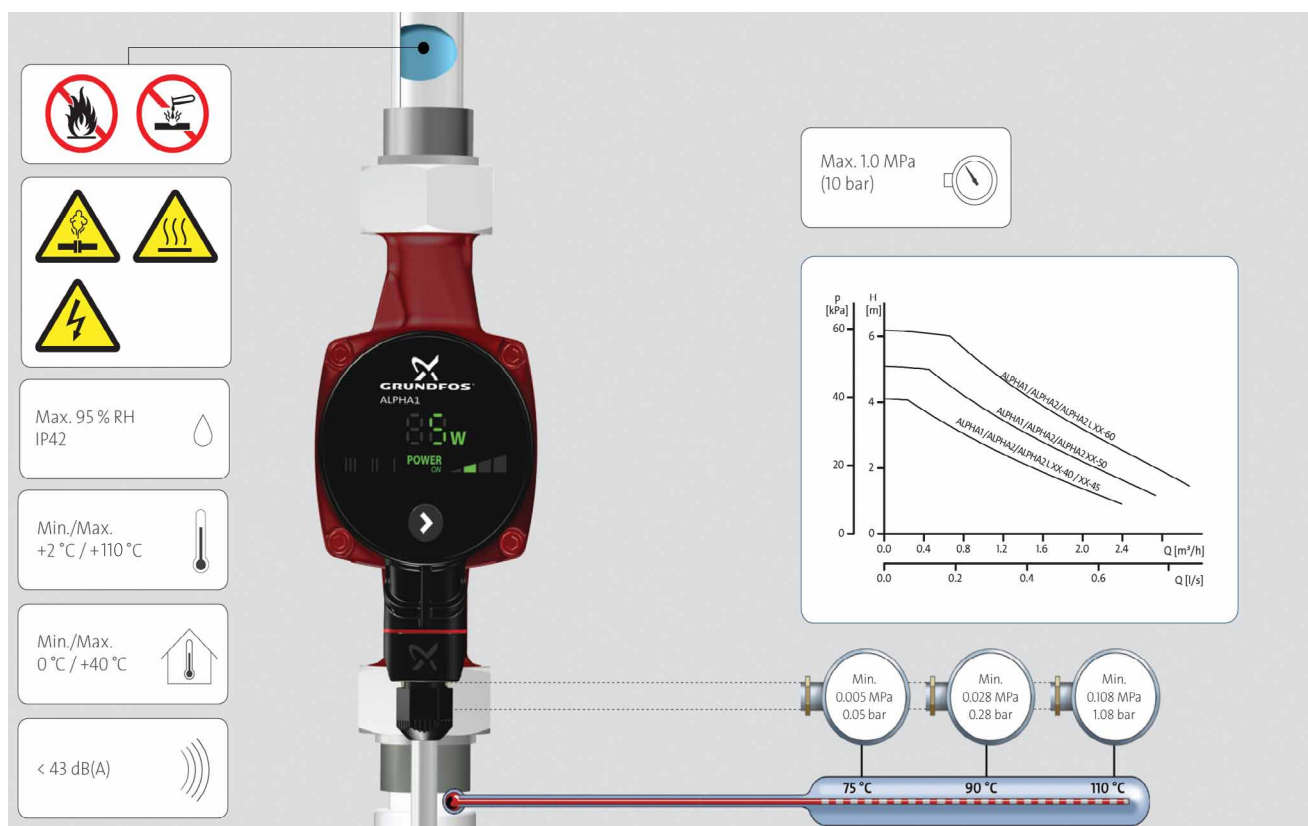

Fig. 3 Liquides pompés et conditions de fonctionnement
Liquides clairs, purs, non agressifs et non explosifs, ne contenant aucune particule solide, ni fibre, ni huile minérale. Voir fig. 3.
1.0 MPa/10 bar maxi. Voir fig. 3.
Maximum 95 %. Voir fig. 3.
IP42. Voir fig. 3.
Pression d'entrée mini par rapport à la température du liquide. Voir fig. 3.